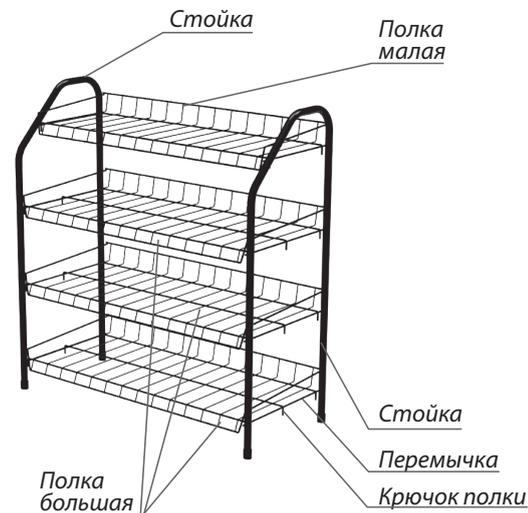

Рис. 1
4.3. Сборка этажерки арт. ЭТ2 производится аналогично арт. ЭТ1 (Рис. 1).